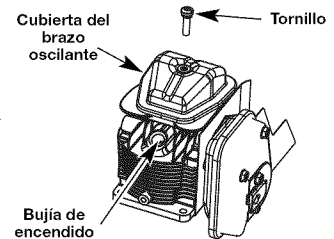

Fig. 29
4. Saque la cubierta del motor (Fig. 29).
5. Limpie la suciedad de alrededor de la cubierta del brazo oscilante. Saque el tornillo que sostiene la cubierta del brazo oscilante con un destornillador grande de vástago plano o con una broca Torx T-25 (Fig. 29). Saque la cubierta y la junta del brazo oscilante.
- El pistón se encuentre en la parte superior de su recorrido. Mire el agujero de la bujía para ver el pistón (Fig. 29).